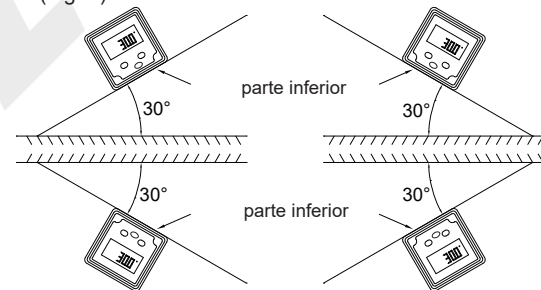

fig.4
7. El instrumento puede utilizarse en 4 orientaciones, la pantalla se voltea cuando la parte inferior queda hacia arriba (Fig. 4).